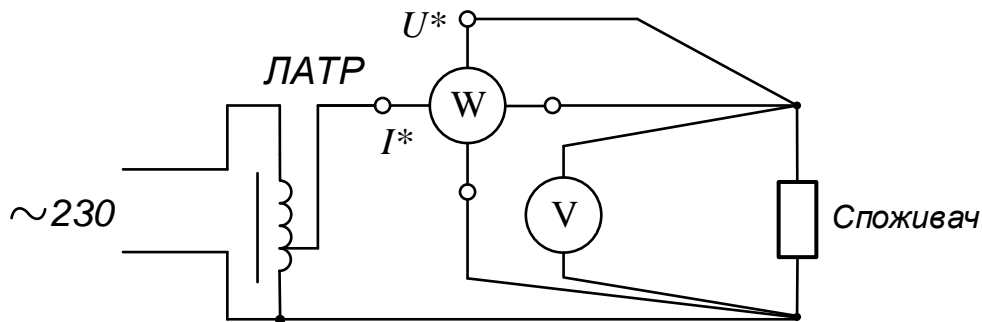

Рисунок 1 – Схема вимірювання потужності споживача
3.1 Скласти електричну схему вимірювання потужності споживача (див. рис. 1)